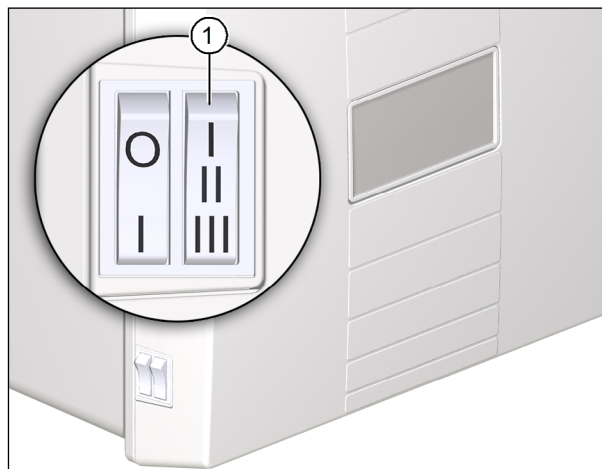

Abb. 17: Filterwechselanzeige zurücksetzen
- ▶ Wählen Sie innerhalb von drei Sekunden am Stufenschalter (Pos. 1 in Abb. 17) nacheinander die Lüftungsstufen **I-II-III-II-I**. Das Lüftungsgerät piept zur Bestätigung.
- ▶ Wählen Sie, während das Gerät piept, erneut innerhalb von drei Sekunden am Stufenschalter (Pos. 1 in Abb. 17) nacheinander die Lüftungsstufen **I-II-III-II-I**. Das Lüftungsgerät piept dreimal zur Bestätigung. Die Überwachung des Zeitraums ab dem letzten Filterwechsel wird neu gestartet.